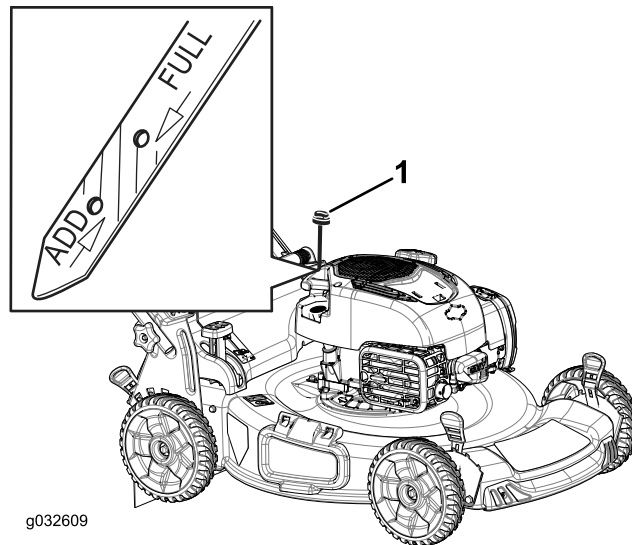

Figura 15
2. Retire la varilla (Figura 15).
5. Observe en la varilla el nivel de aceite (Figura 15).
- Si el nivel de aceite está por debajo de la marca Añadir de la varilla, vierta una pequeña cantidad de aceite lentamente en el tubo de llenado, espere 3 minutos, y repita los pasos 3 a 5 hasta que el nivel llegue a la marca Lleno de la varilla (Figura 15).